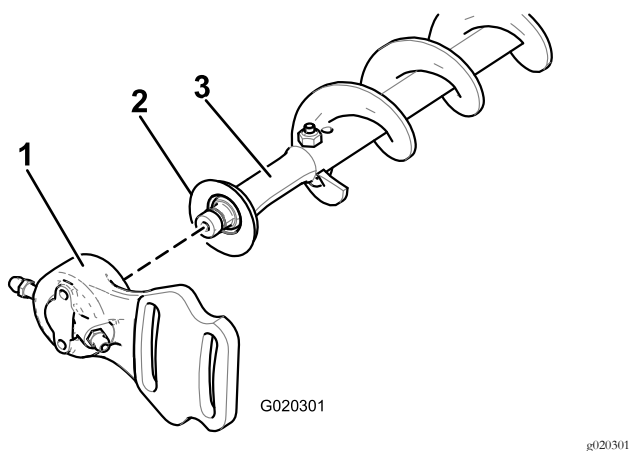

Figure 17
2. Faites glisser le logement de roulement libre et le joint d'étanchéité pour les déposer de l'arbre de la brosse (Figure 17).